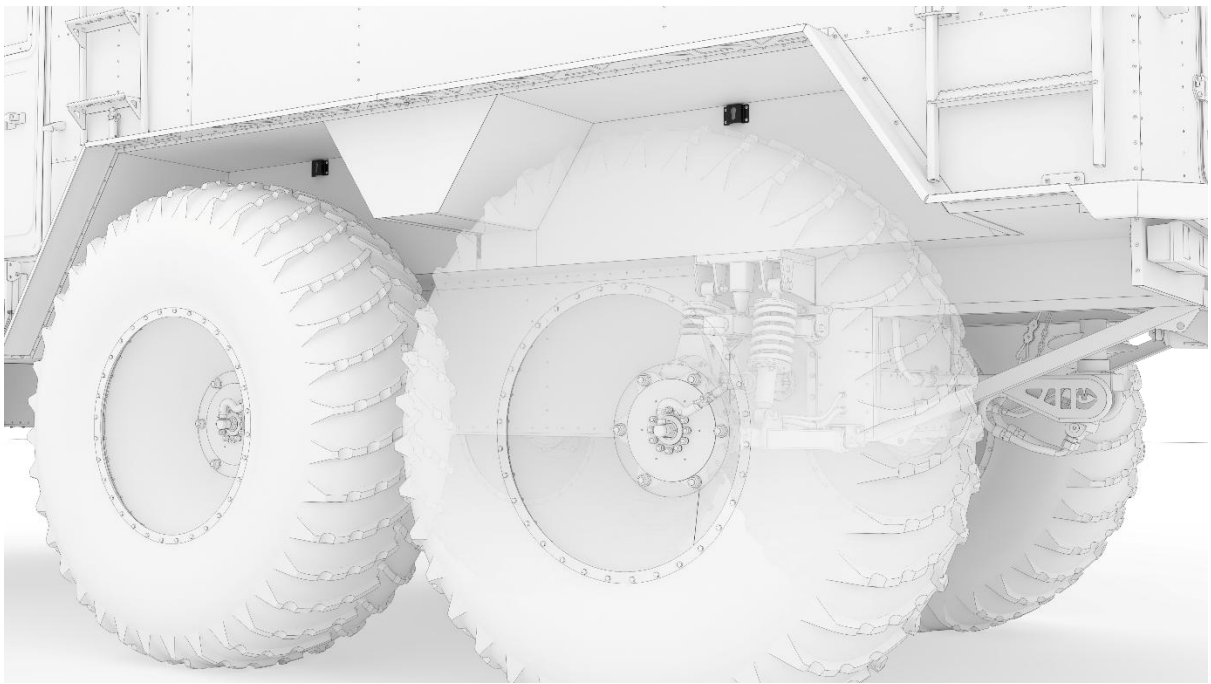

Рисунок 112 – Крепление воротка.
- вороток (2) завести в створ (рисунок 112) между кронштейном (5) и расширителем арки, разместив конец воротка без граней в ответном отверстии кронштейна на кузове снегоболотохода;